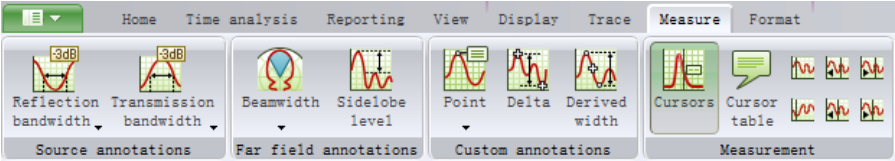

图 3-38 “Measure” 菜单中的按钮
6) “Measure” 菜单中的按钮如图 3-38 所示，具体说明见表 3-20。